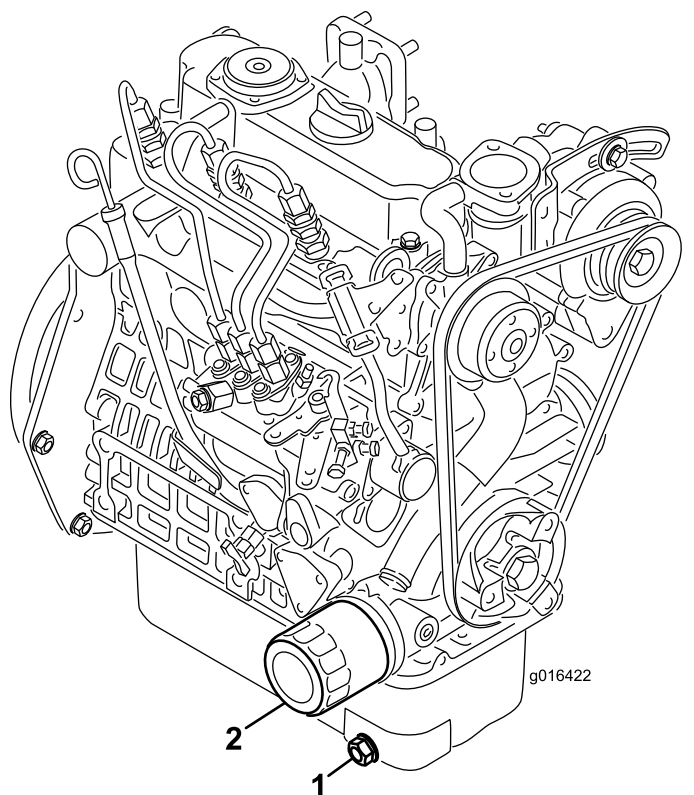

Figura 33
1. Scoateți bunul de golire (Figura 33) și lăsați uleiul să curgă într-o tavă de golire. Atunci când uleiul nu mai curge, montați bunul de golire.